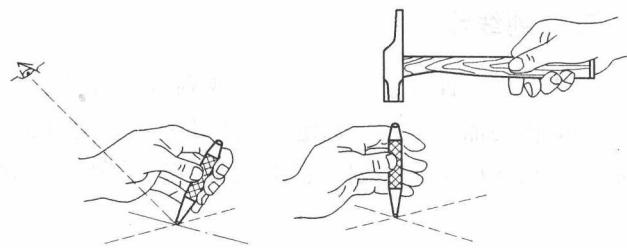

图 2-8 样冲的使用方法
**冲点方法：**先将样冲外倾使尖端对准线的正中，然后再将样冲立直冲点，如图 2-8 所示。